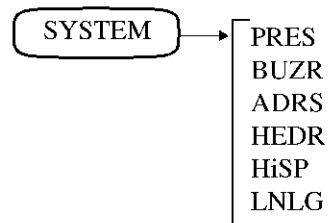

図 2-13 ソフト・メニューの階層
**SYSTEM** キーを例にソフト・メニューによる設定項目を図 2-13 に示します。